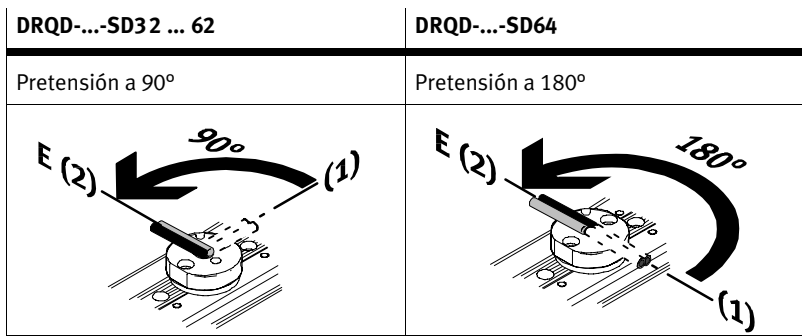

Fig. 10
- Gire los extremos de los tubos en el sentido contrario a las agujas del reloj hasta alcanzar la posición E prevista, como se indica en Fig. 10. El tubo (p. ej., en la ranura de una placa adaptadora) debe adoptar dicha posición después de pretensarlo como se describe seguidamente.